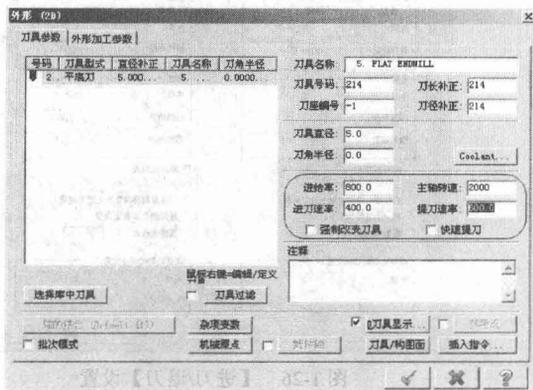

图 1-22 设置刀具参数
(3) 继续在【外形 (2D)】对话框中设置刀具参数，如图 1-22 所示。